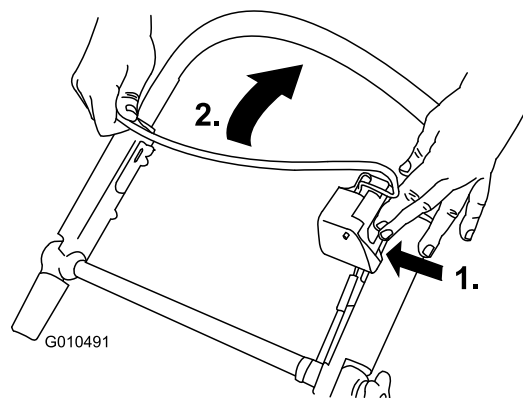

Рисунок 25
1. Нажмите кнопку управления ножом и притяните штангу управления ножом к рукоятке (Рисунок 25).